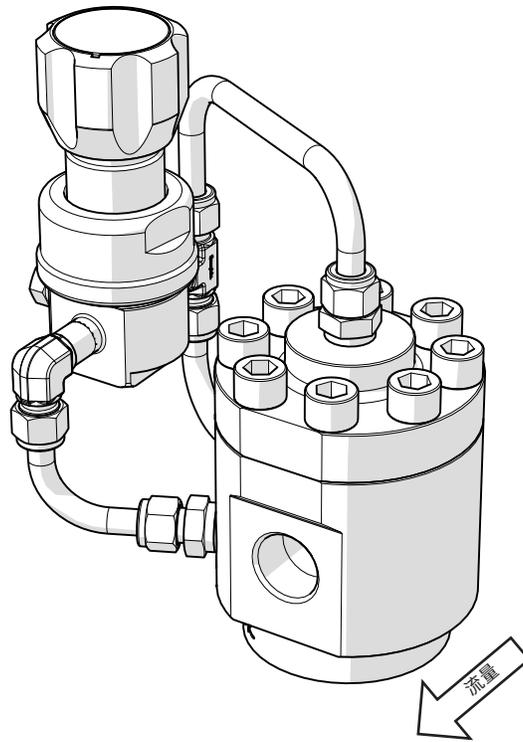
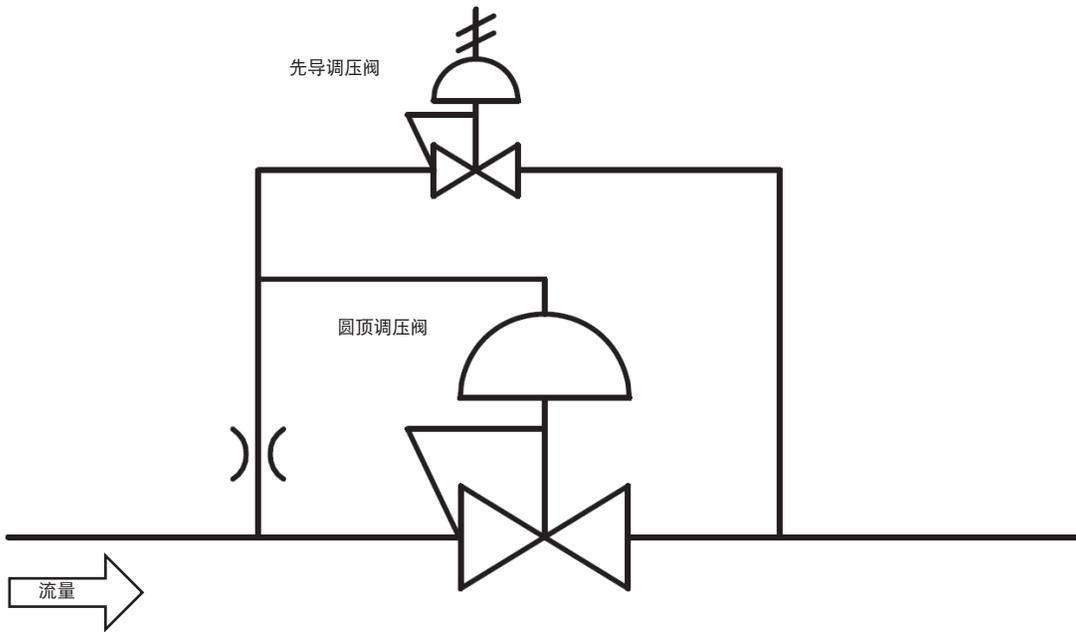

图 1
图 2
- 调压阀的首选安装位置是水平安装，弹簧套筒/圆顶朝上，如图 1 所示（见 第 9 页）。其他安装位置可能会增加元件磨损的风险。
- **整体式先导控制。**在这种设置中，圆顶加载调压阀的组件中包含一个先导调压阀（图 1）。先导调压阀由系统压力供给，通过手动操作来控制圆顶压力（图 2）。此设置不适用于液体应用。